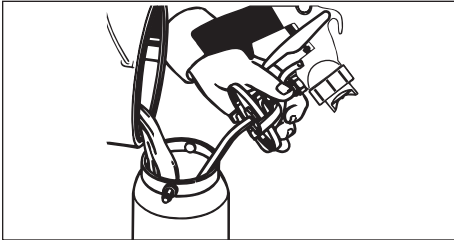

Figura 5 - Cómo llenar el depósito de pintura
- Vierta el material en el depósito de pintura. Llene sólo la mitad o 3/4 del depósito si se requiere diluir. (Ver Figura 5). Refiérase a la Tabla 1 para las instrucciones de cómo hacer menos densos los materiales.